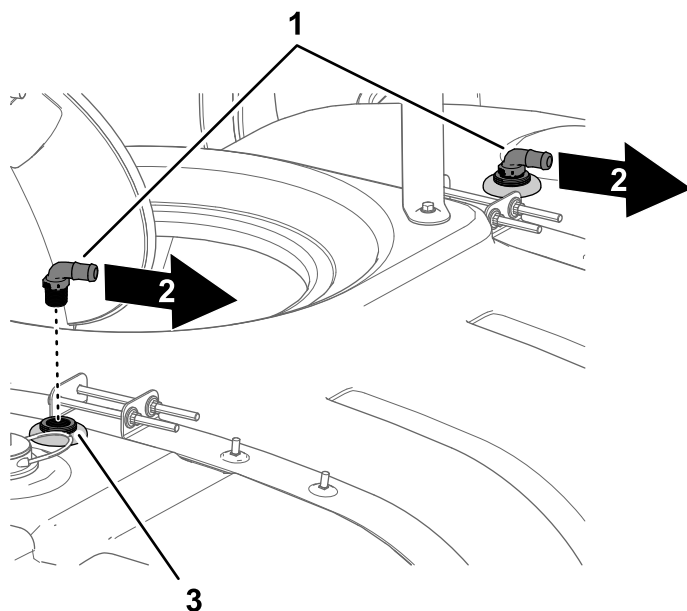

图23
5. 将90°接头装入冲洗喷嘴组件的隔板接头中图23。
6. 将90°接头的软管宝塔接头转向机器的右侧图23。